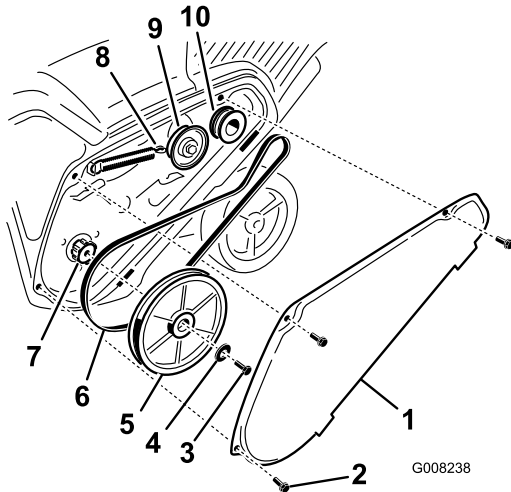

Figura 31
1. Retire los 3 pernos que sujetan la cubierta de la correa de transmisión, y retire la cubierta, según se muestra en Figura 31.
2. Desenganche el muelle del freno del brazo tensor para aliviar la tensión de la correa (Figura 31).
3. Retire el tornillo y la arandela curva que sujetan la polea del rotor (Figura 31).
4. Retire la polea del rotor y la correa de transmisión (Figura 31).
Nota: Enrute la correa de transmisión primero alrededor de la polea del motor, luego la polea tensora, y por último alrededor de la polea suelta del rotor situada justo encima del eje del rotor (Figura 31).
6. Instale la polea del rotor en el eje del rotor (Figura 31).
7. Instale la arandela curva y el perno de la polea del rotor y apriételes firmemente (Figura 31).